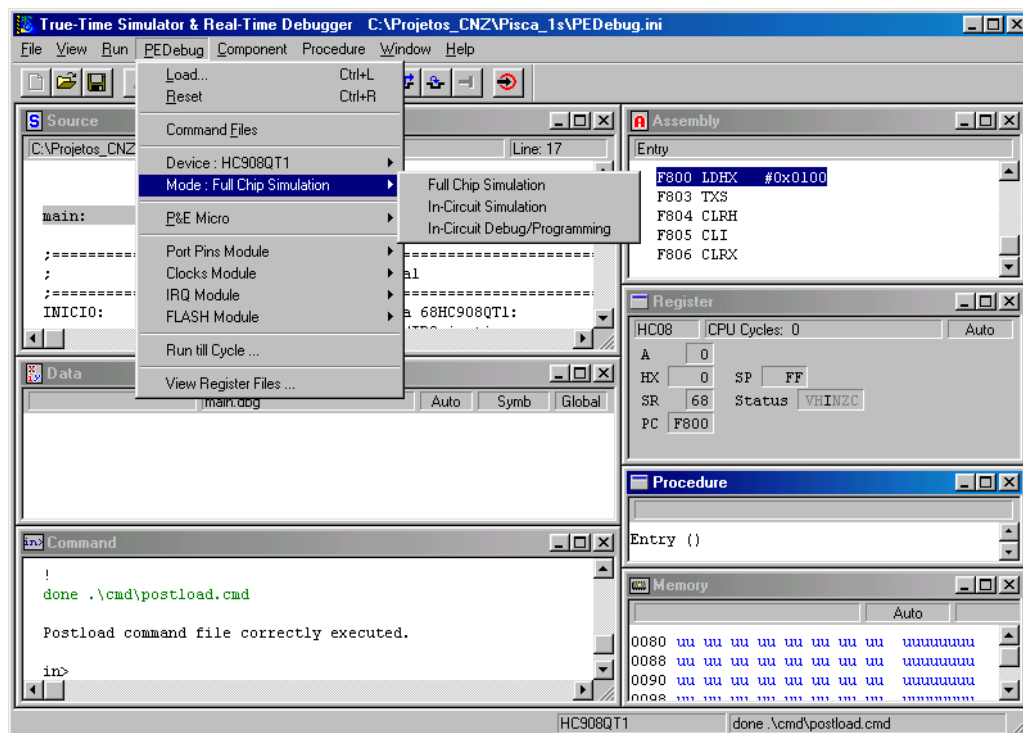

Figura 34 – Simulador – Modos de simulação
O modo de simulação/depuração pode ser selecionado na barra de menus do simulador: **PEDebug > Modo:<modo de simulação>** (Figura 34).
- A. Selecione o modo: *In-Circuit Simulation* como apresentado na Figura 34.
- A. Selecione o modo: *In-Circuit Debug/Programming* como apresentado na Figura 34.